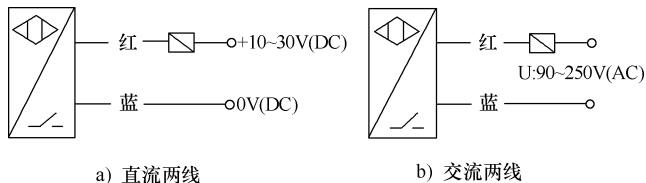

图 1-27 两线制接近开关接线示意图
2) 两线制接线。两线制接近开关的接线比较简单，接近开关与负载串联后接到电源，如图 1-27 所示。